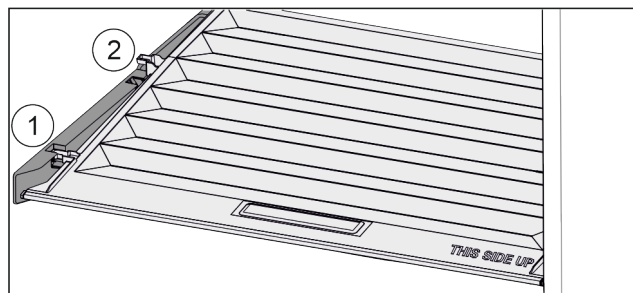

Fig. 68
- ▶ Vytáhněte víko dopředu až k otvoru v přídržných dílech Fig. 68 (1).
- ▶ Vzadu zespuďte nadzvedněte a vyjměte směrem nahoru Fig. 68 (2).